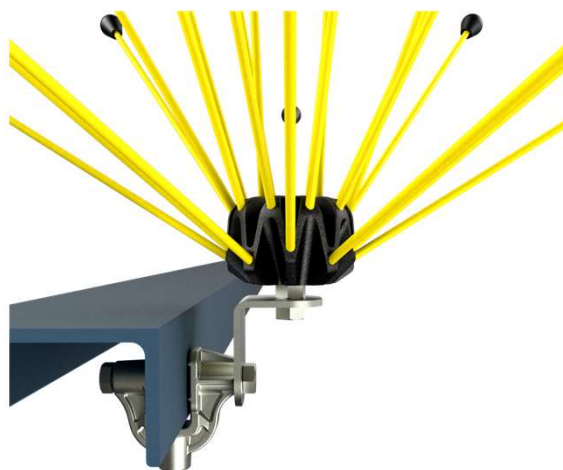

Рис. 4. Установка на вертикальную полку элемента опоры ЛЭП снизу с использованием уголка (модификация S-2, поставка оговаривается дополнительно)
- Установить ПЗУ на закрепленную трубку путём ввинчивания его в резьбовое отверстие трубки (или при установке способом, изображённым на рис. 4, путём свинчивания с гайкой).